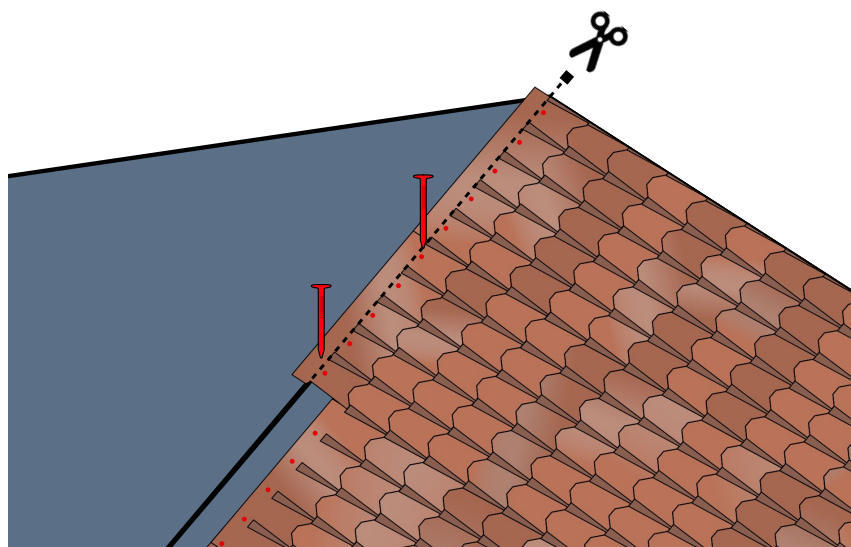

Fig. 13 - Posa delle tegole al colmo
- Se la parte superiore del Master Coppo dovesse sporgere oltre alla linea di colmo, tagliare la parte eccedente della tegola lungo la linea di colmo - Fig. 13.